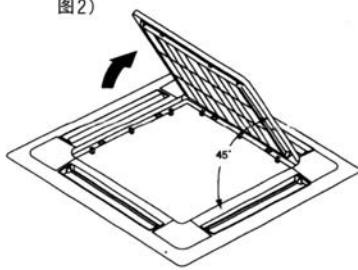

图2
2. 将格栅提起大约45度，取下装饰面板上的回风格栅。(参照图2)